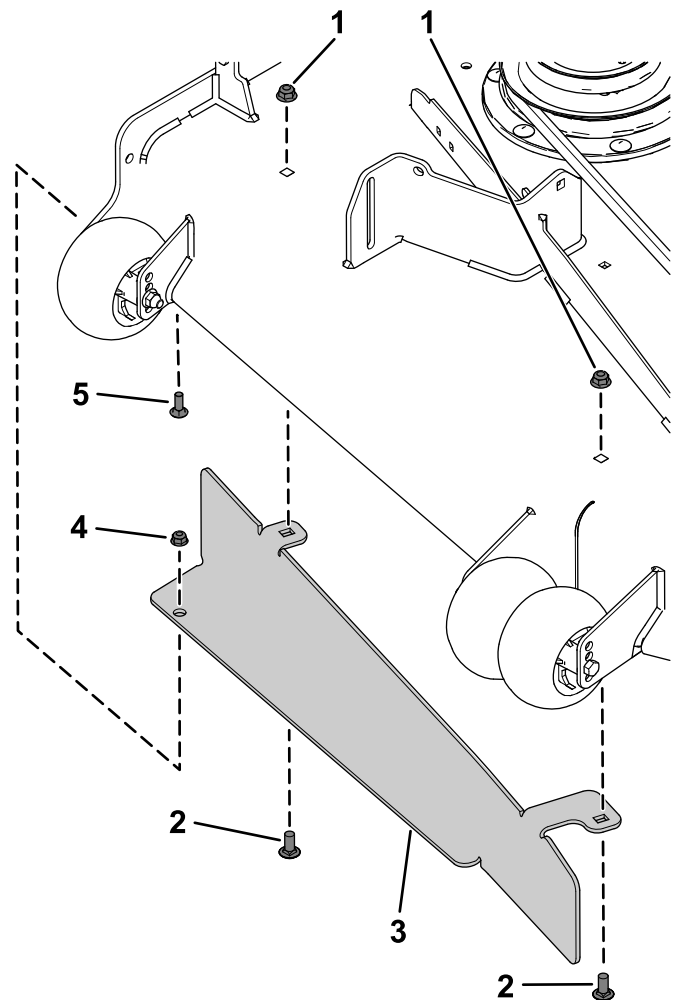

Bild 24
- Befestigen Sie das Ablenkblech mit der Schlossschraube (5/16" x 7/8"), der Bundmutter (5/16"), zwei Schlossschrauben (3/8" x 7/8") und zwei Bundmutter (3/8"), wie in Bild 24 abgebildet.